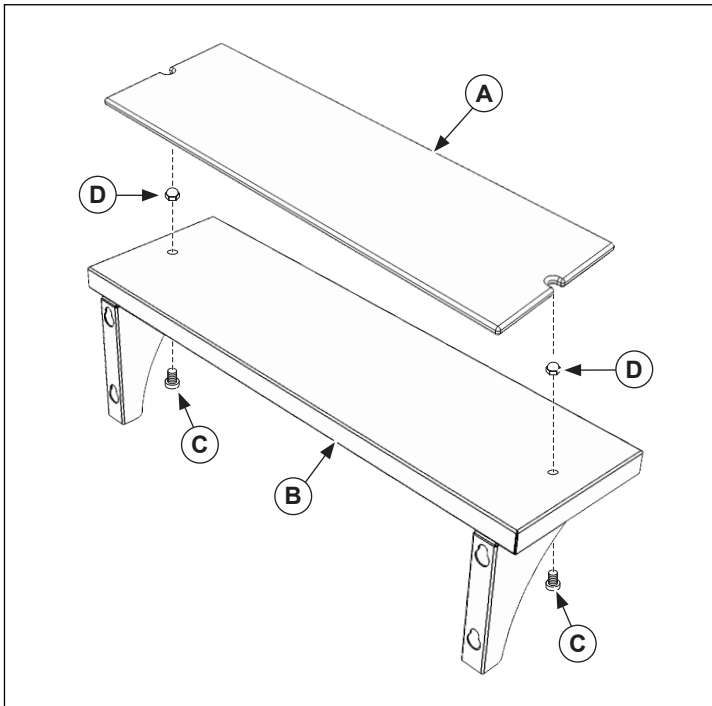

Figura 6. Instalación de la tabla para cortar y la superficie de la misma
2. Afiance los soportes (D) a las tuercas de soldadura (B) con las tuercas nylock (A) tal como se muestra.
3. Afiance la tabla para cortar ubicando las tuercas (D) en la superficie de la tabla (B) usando los tornillos (C) tal como se muestra. Consulte la Figura 6.